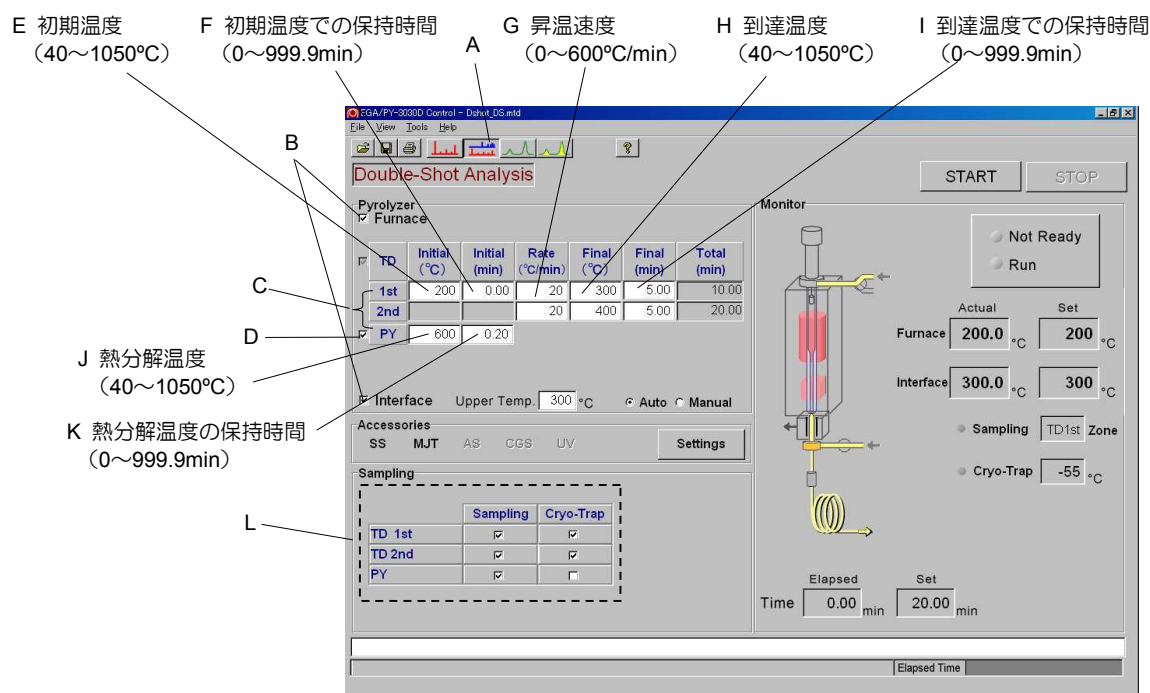
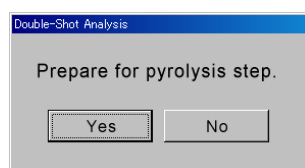

Fig. 4.9 Double-Shot Analysis の設定画面
Fig. 4.11 Double-Shot Analysis の Desorption Program
メニューバーから“Tools” – “Analytical Modes” – “Double-Shot Analysis”を選択するか、ツールバーの“Double-Shot Analysis”のアイコン (A) をクリックして下さい。Fig. 4.9 の画面が表示されます。この分析モードでは、熱脱着 (TD) と、熱分解 (PY) を行います。
- (8) 熱分解装置上部のダブルショットサンプラーを手動で押し下げて、試料カップを加熱炉に挿入してください。その直後にダイアログボックス中の“Start” ボタンをクリックするか PC キーボードの“ENTER” キーを押して下さい。《熱脱着の昇温プログラムが実行されます。》
- (9) 熱脱着昇温プログラムが終了します。(a) 熱分解を実行しない場合は GC がスタートし、加熱炉は初期温度に戻り動作は終了します。(b) 続いて熱分解を実行する場合は、Fig. 4.11 のダイアログボックスが表示されます。ダブルショットサンプラーの移動部を引上げて、試料カップを上部に位置させます。カラム入口圧が安定してから、“YES” ボタンを押してください。《GC がスタートし、同時に Fig 4.9 の J に設定した温度まで加熱炉の温度が上昇します。》